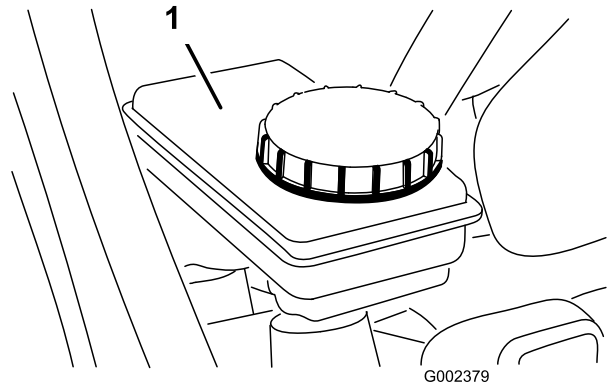

Figura 24
2. O nível do fluido deve estar ao nível da linha Full indicada no reservatório (**Figura 24**).